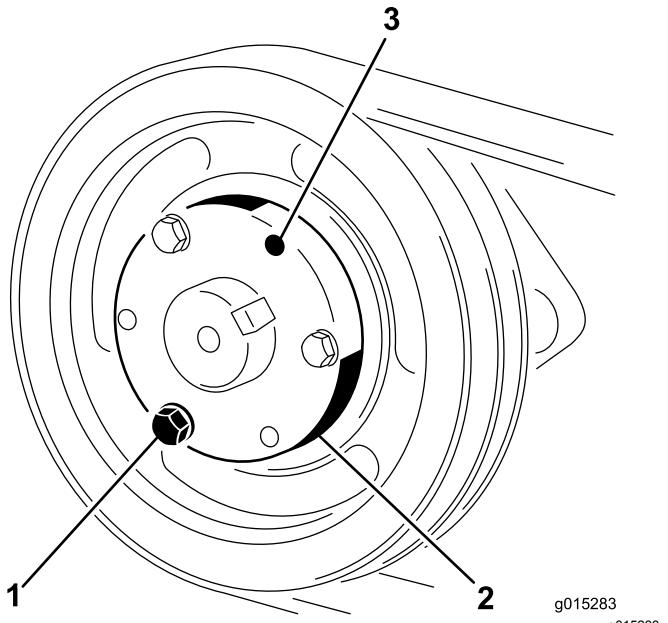

Bild 26
1. Entfernen Sie nacheinander die Schrauben und Sicherungsscheiben und schrauben Sie sie in die danebenliegenden Löcher (Bild 26).